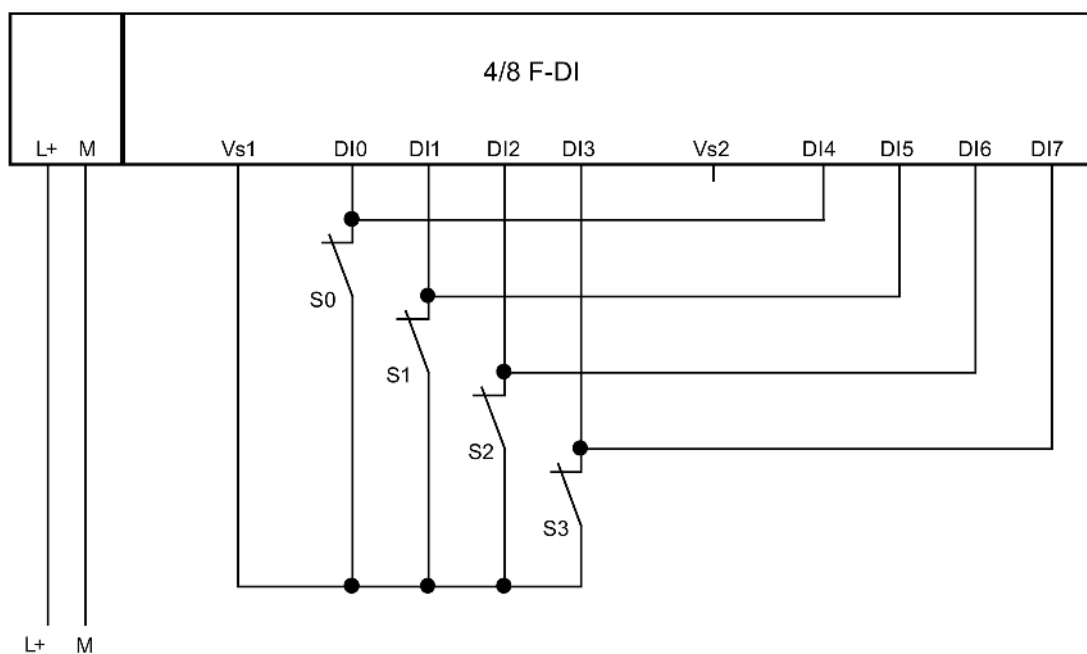
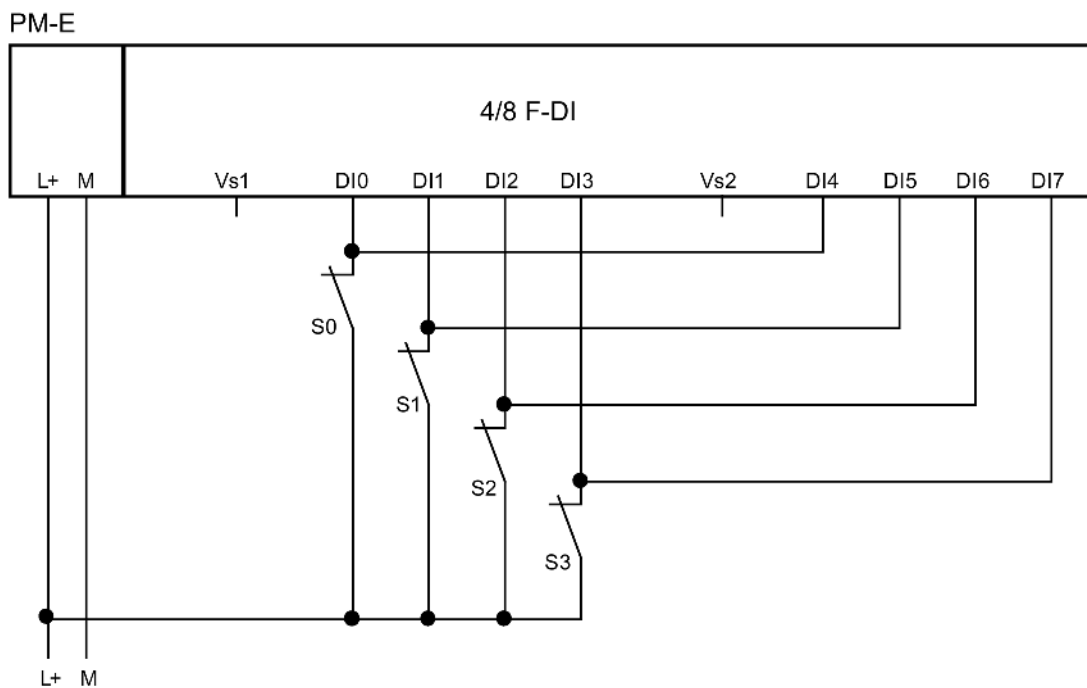

图 7-21 EM 4/8 F-DI DC24V 的接线图 — 通过一个通道将一个传感器连接至两个输入，内部传感器馈电
图 7-22 EM 4/8 F-DI DC24V 的接线图 — 通过一个通道将一个传感器连接至两个输入，外部传感器馈电
- 应用 2.1，请参见图 7-21 EM 4/8 F-DI DC24V 的接线图 — 通过一个通道将一个传感器连接至两个输入，内部传感器馈电 (页 145) 和图 7-22 EM 4/8 F-DI DC24V 的接线图 — 通过一个通道将一个传感器连接至两个输入，外部传感器馈电 (页 146)